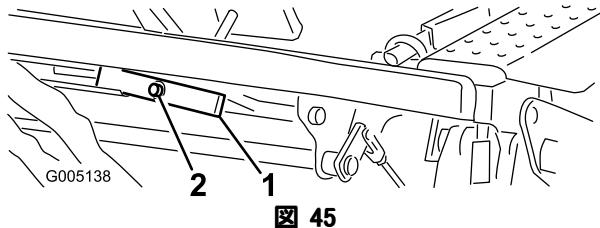

図 45
1. 昇降ピボット裏のナットをゆるめる（図 45）。
2. 偏芯ネジ（図 45）を回してピボット・スプリングを上下させて調整する。